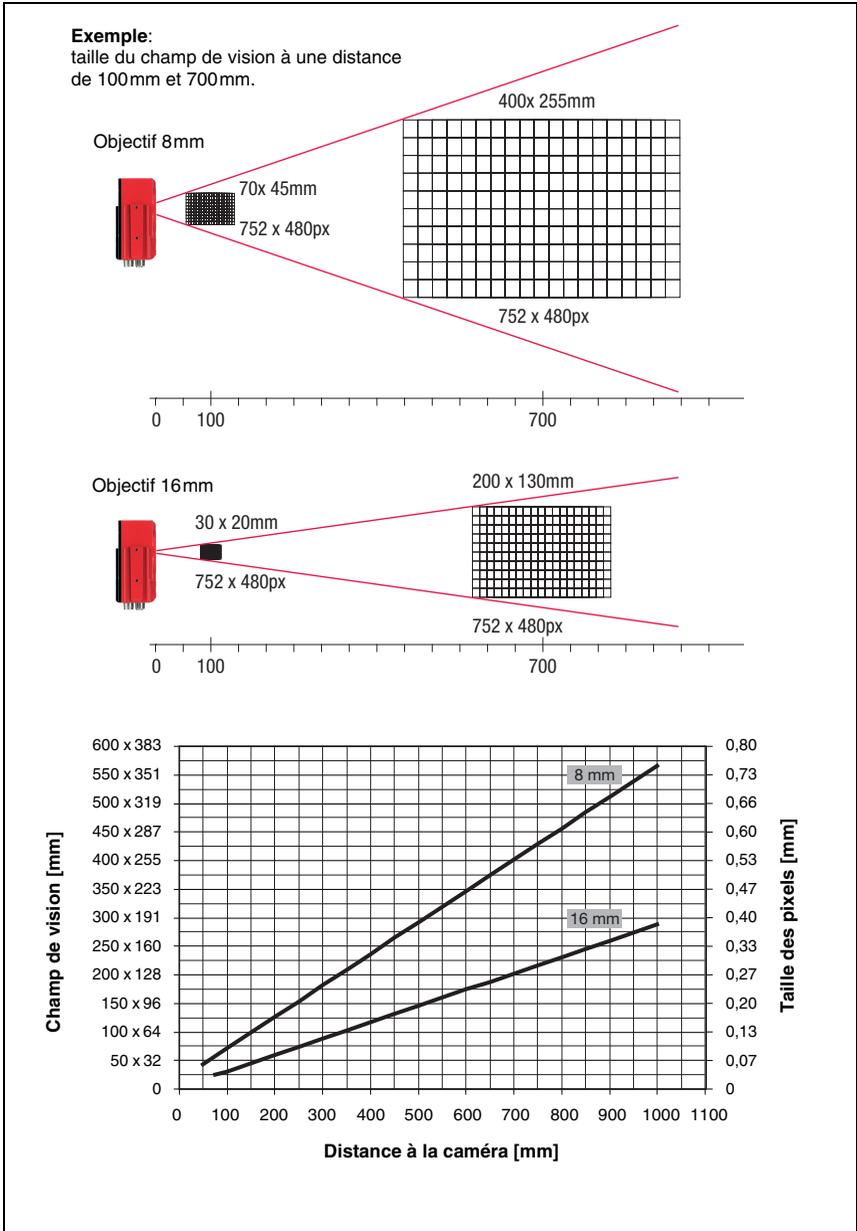
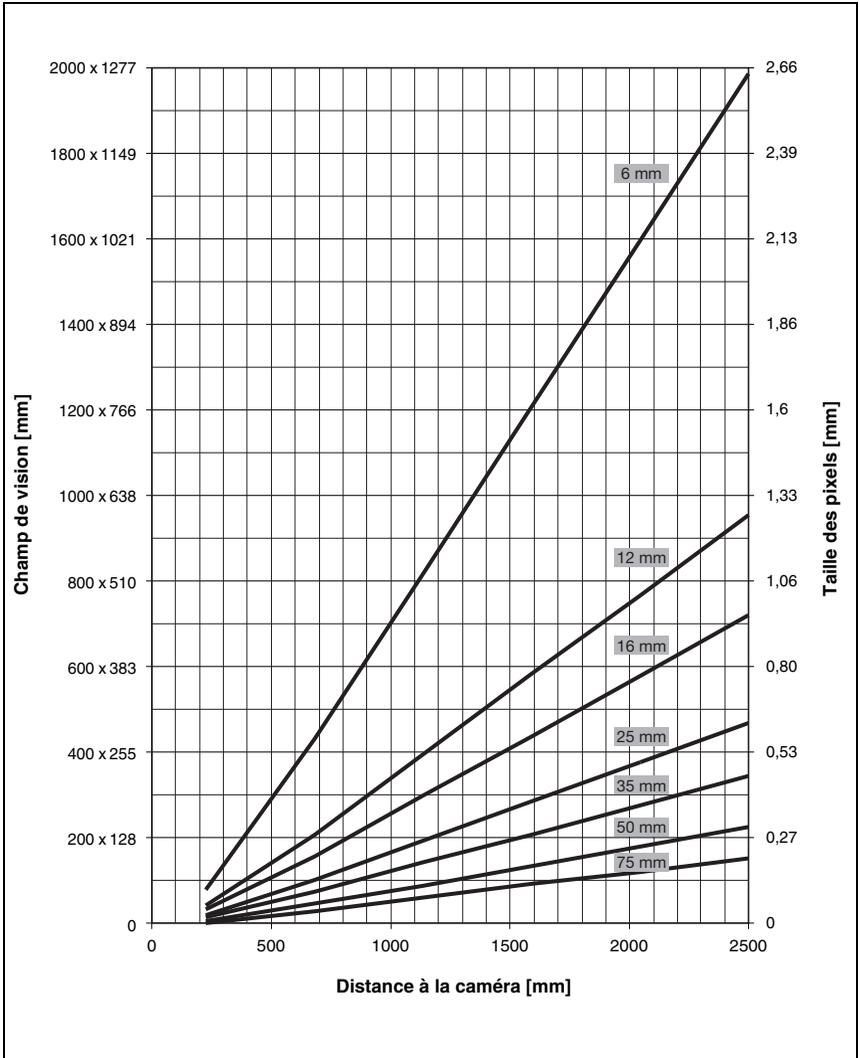

Figure 4.6 : Distance à la caméra / champ de vision - Appareils standard
Figure 4.7 : Distance à la caméra / champ de vision - Variantes d'appareils pour objectifs interchangeables à monture C
- La distance à la caméra résultant du champ de vision concerné (voir figure 4.6 page 23 ou figure 4.7 page 24).
La figure 4.6 et la figure 4.7 pour les variantes d'appareils à monture C montrent le rapport entre la distance à la caméra et le champ de vision en résultant.
Le diagramme figure 4.6 montre la dépendance entre la distance à la caméra (= distance entre l'arête avant de la caméra et l'objet) et le champ de vision pour les appareils standard de distance focale de 8mm et 16mm. La figure 4.7 montre ce rapport pour les variantes d'appareils à monture C.